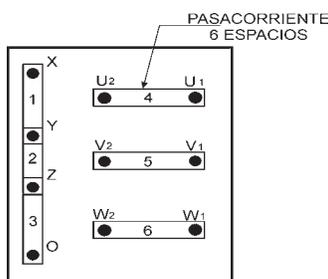

Figura 21. Tablero de inversión de voltaje Configuration 240V
1. Coloque el pasacorriente en el tablero de inversión de voltaje para operación de 240 V como muestra la figura 21.
1. Asegurarse que el tablero de inversión de voltaje sea cableado para operación de 240V como se muestra en Figura 21.